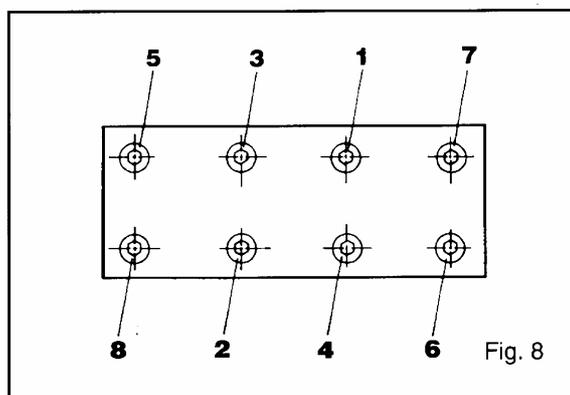

Fig. 8
- Um die Dichtheit des Pumpenkopfes zu erreichen, müssen die Pumpenkopfschrauben Pos. 57 mit einem Drehmomentschlüssel auf 194 Nm vorgespannt werden. Das Anziehen der Schrauben muß in einer festgelegten Reihenfolge vorgenommen werden, wobei eine gleichmäßige Befestigung in mehreren Anzugsstufen erfolgt. (siehe Fig.8)